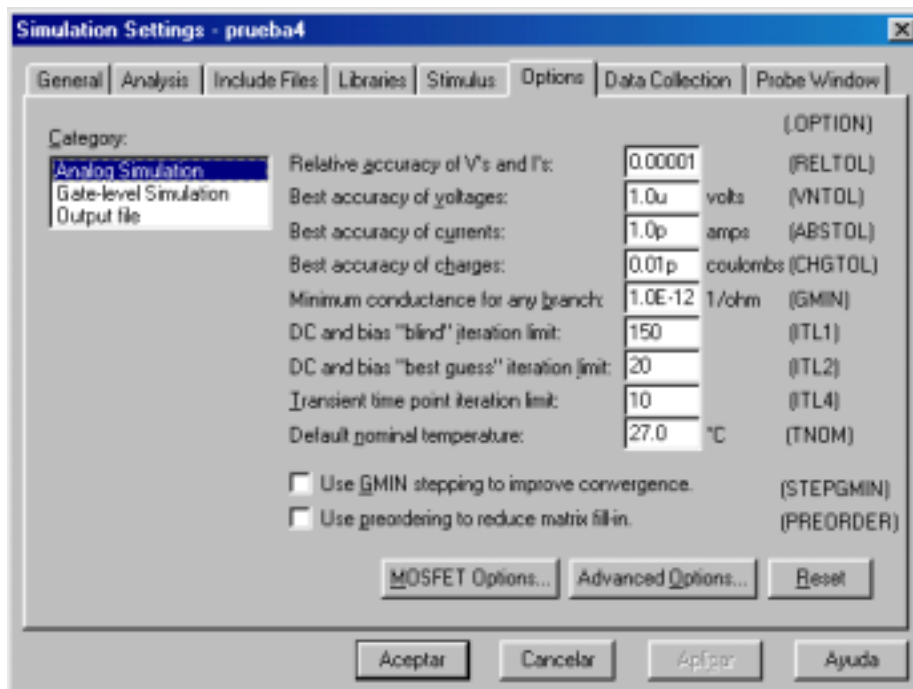

Figura 12: Ventana Options, (Edit Simulation Settings).
• **Options.** En esta ventana se configuran opciones adicionales a la simulación dentro de tres categorías. Dentro de las analógicas se encuentran: precisión en corrientes e intensidades, (*RELTOL*), temperatura por defecto, número de iteraciones matemáticas, etc. Ello influirá en la rapidez, la presentación y precisión de las gráficas. Ver *Figura 12*.